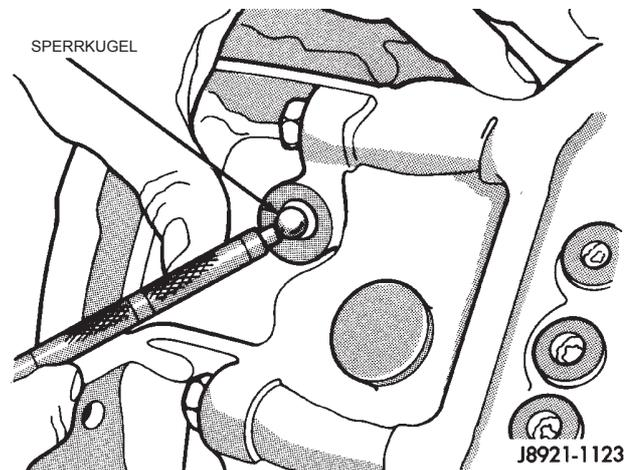

Abb. 47 Sperrkugel einsetzen
(16) Die Sperrkugel in die Bohrung im Gehäuse einsetzen (Abb. 47).